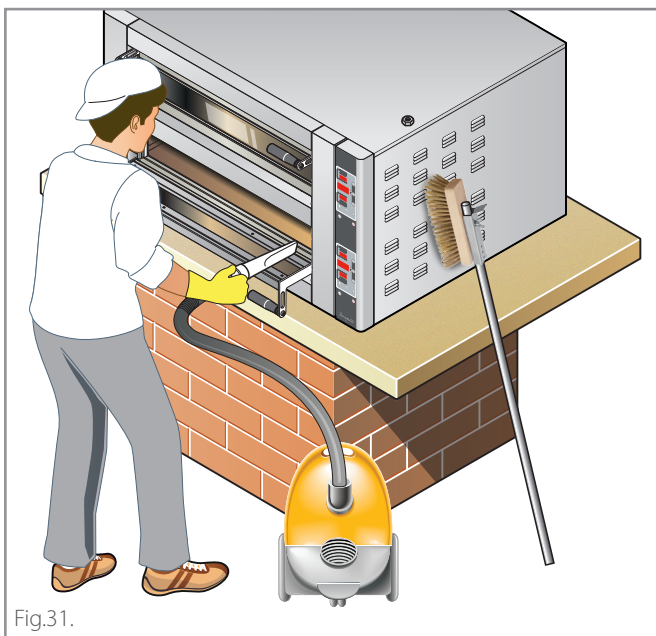

Fig.31.
- (A) Programmez la **température en chambre à 400°C - 752°F**;
- (B) en agissant sur les touches « MIN » et « MAX », réglez les deux **puissances voûte et sole** sur **MAX** ;
- (C) éteignez les lumières de la chambre de cuisson ;
- (D) Une fois la température atteinte, éteignez le four avec la touche **ON/OFF** et laissez-le refroidir avec la porte fermée ;
- (E) avec le four froid, nettoyez la chambre en éliminant les résidus alimentaires cristallisés à l'aide d'une brosse en fibres naturelles, puis aspirez successivement avec un aspirateur à cendres ► Fig.31.
- (B) programmez les **puissances en voûte et en sole** sur **100 %** voir les réglages manuels ;
- (D) Une fois la température atteinte, éteignez le four avec la touche ON/OFF et laissez-le refroidir avec la porte fermée ;